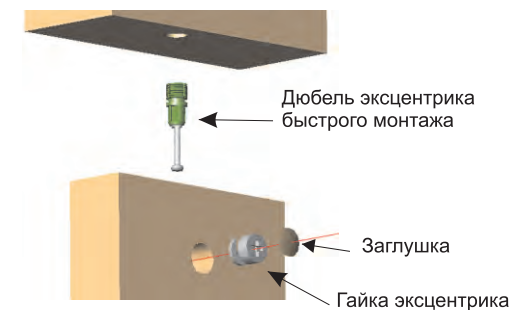

Рис.2
Установите шканты (3) в отверстия d=8 мм топа E, базы G и боковин A. Вставьте дюбель эксцентрика быстрого монтажа (1а) в топ E, базу G и в боковины A (см. Рис.2). Соедините вместе полки B, боковины A и заднюю стенку C (состоит из двух половин). Вставьте эксцентриковые гайки (1б) и с помощью отвертки затяните их по часовой стрелке до фиксации (см. Рис.2). Используя шурупы (4) прикрепите заднюю стенку C к полкам B. В эксцентриковые гайки (1б) вставьте заглушки (2). Установите опоры (5) в отверстия в плоскости низа G, отрегулируйте опоры по высоте.